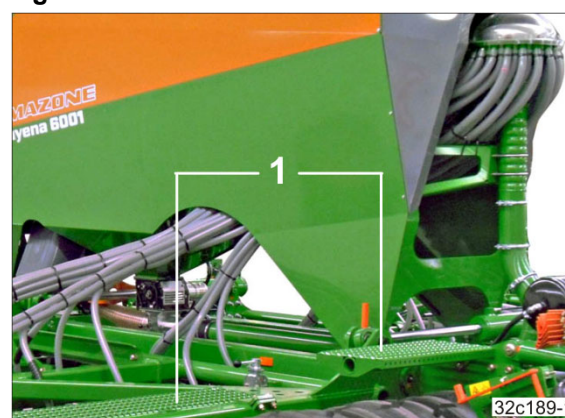

Fig. 233
1. Den Sicherheitslaufsteg (Fig. 233/1) für Reinigungs-, Wartungs- und Instandhaltungsarbeiten benutzen.